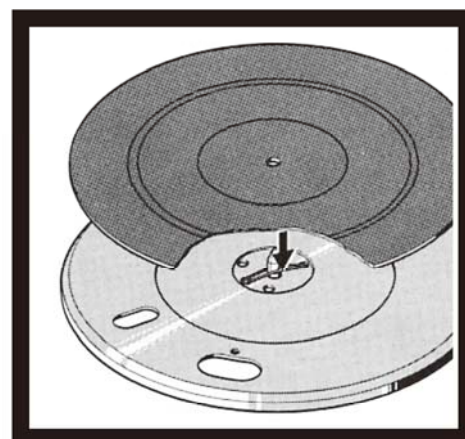

図 1
4. プラッターをサブプラッターの上に乗せ、プラッター中央の取り付け穴両側にある2個のセーフティ・スプリング(図1)を、センター・スピンドルの溝にしっかりとハマるように押し下げます。